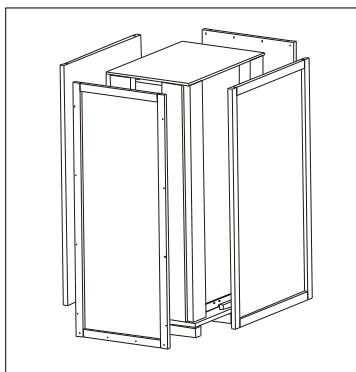

图 2-2
2. 拆侧板，同样套筒卸掉四侧的木螺丝，取下四侧的侧板（图 2-2）。